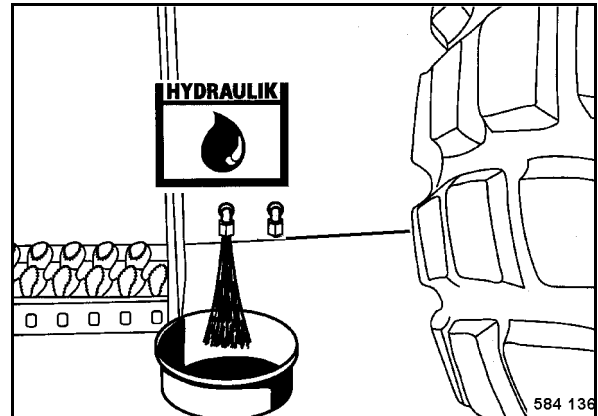

Fig. 144
- Desenroscar el tapón de cierre (Fig. 144) y descargar el aceite hidráulico por completo.
- Comprobar la junta anular (1), cambiarla, si fuese necesario, y volver a enroscar el tapón de cierre fijamente.